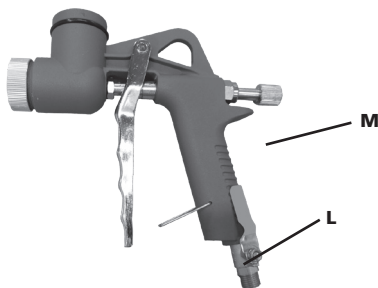

Fig. 2
For å stille malingsstrømmen, skru på knotten (M) (fig.2). For å stille luftstrømmen, beveg på spaken (L) (fig.2).